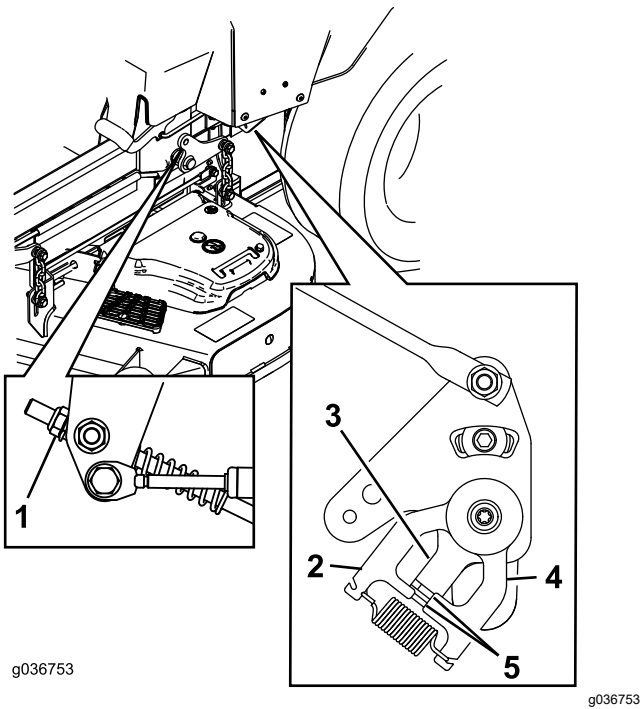

Figure 74
11. Réglez la longueur des tiges de pompes en tournant l'écrou dans le sens voulu jusqu'à ce que les roues tournent légèrement en marche arrière (Figure 73 et Figure 74).